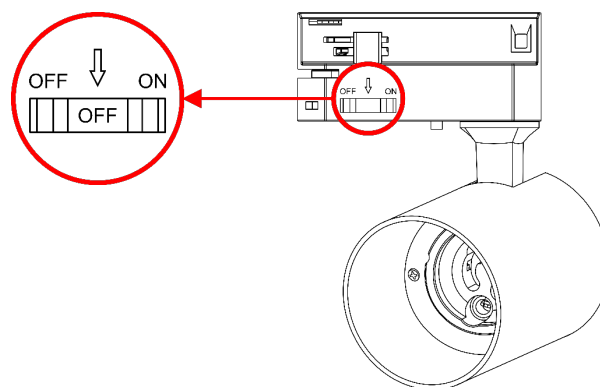

Fig. 11
- 03) Placez l'**interrupteur d'alimentation (05)** en position ARRÊT (voir fig. 11).